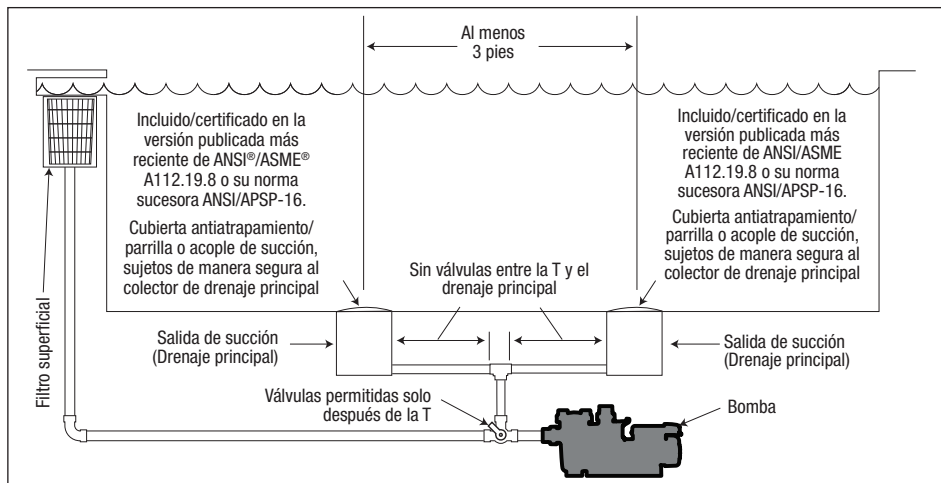

Figura 4. Cantidad de salidas de succión por bomba*
Cantidad de salidas de succión por bomba: Proporcione al menos dos (2) salidas de succión balanceadas hidráulicamente, con cubiertas, como salidas de succión para cada línea de succión de la bomba de circulación. Los centros de las salidas de succión (salidas de succión) de cualquier una (1) línea de succión deben estar a al menos tres (3) pies de distancia de centro a centro. Consulte la *Figura 4*.
El sistema **debe** construirse para incluir al menos dos (2) salidas (drenajes) de succión conectadas a la bomba siempre que la bomba esté en funcionamiento. Sin embargo, si dos (2) salidas de succión van a una única línea de succión, la única línea de succión puede estar equipada con una válvula que apague ambas salidas de succión desde la bomba. El sistema se construirá de tal modo que no permita el cierre o el aislamiento separado independiente de cada drenaje. Consulte la *Figura 4*.